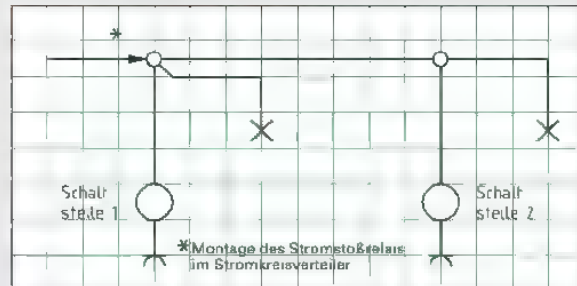

Bild 1: Übersichtsschaltplan Flurbeleuchtung
7. In einem Flur sind die beiden Deckenleuchten gleichzeitig von zwei Schaltstellen aus schaltbar. Unter jeder Schaltstelle ist eine Schutzkontaktsteckdose angebracht (**Bild 1**).
- Ergänzen Sie im Übersichtsschaltplan (**Bild 1**) die Schaltzeichen der Schaltstellen nach Ihrem Lösungsvorschlag.
- Tragen Sie im Übersichtsschaltplan (**Bild 1**) in allen Leitungsabschnitten die Aderzahlen ein.